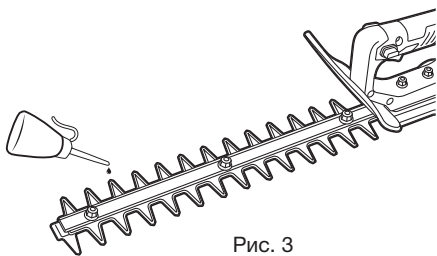

Рис. 3
- Нанесите специальное масло в область между ножами по всей их длине с двух сторон (Рис. 3).